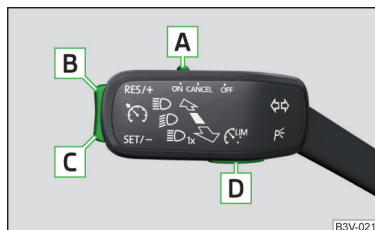

Abb. 188 Bedienelemente der Geschwindigkeitsregelanlage
Übersicht der Bedienelemente der GRA » Abb. 188
- ▶ Durch das Betätigen der Taste **D** » Abb. 188.
- Durch das Betätigen der Taste **[D]** » Abb. 188 während der Regelung wird diese abgebrochen und es wird der Geschwindigkeitsbegrenzer aktiviert.